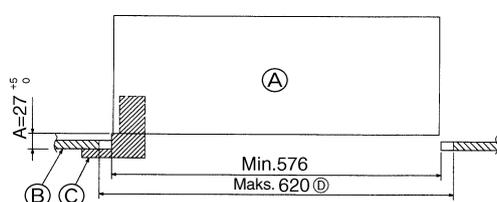

Fig. 8-2
①	Grill	1	650 × 650 (mm)
②	Skruv med bricka	4	M5 × 0,8 × 25 (mm)
③	Mått	1
④	Fäste	2
⑤	Band	2
8.2. Förberedelse för fäste av grillen (Fig. 8-2)